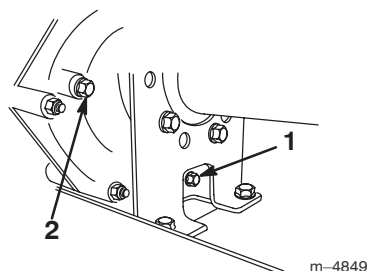

Bild 42
2. Entfernen Sie die Ablassschraube aus der rechten Seite des Behälters (Bild 42) und lassen die Flüssigkeit in ein Auffanggefäß ablaufen. Schrauben Sie die Ablassschraube wieder fest ein, wenn keine Flüssigkeit mehr ausströmt.
3. Füllen Sie den Behälter (Bild 43) mit ungefähr 1,4 l SAE 10W30 Motoröl oder so weit, dass der Ölstand die Unterseite des Prüflochs erreicht (Bild 42).